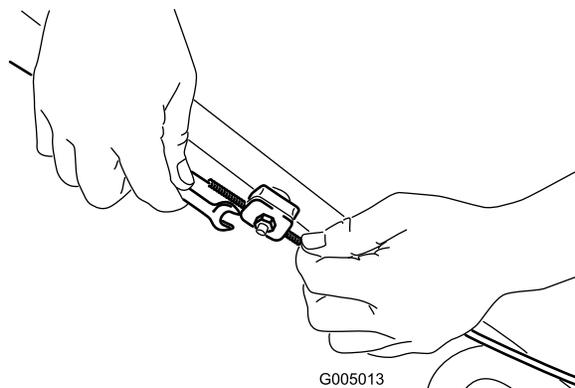

Рисунок 36
7. Снимите задний отражатель и рычаг фиксации рукоятки в сборе (рис. 36).
1. Ослабьте гайку держателя троса (Рисунок 36).